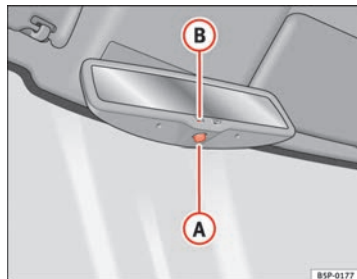

Fig. 90 Retrovisor interior con ajuste automático para posición antideslumbrante.
- Pulse la tecla (A) ⇒ fig. 90. El testigo de control (B) se apaga.
- Pulse la tecla (A) ⇒ fig. 90. El testigo de control se enciende.